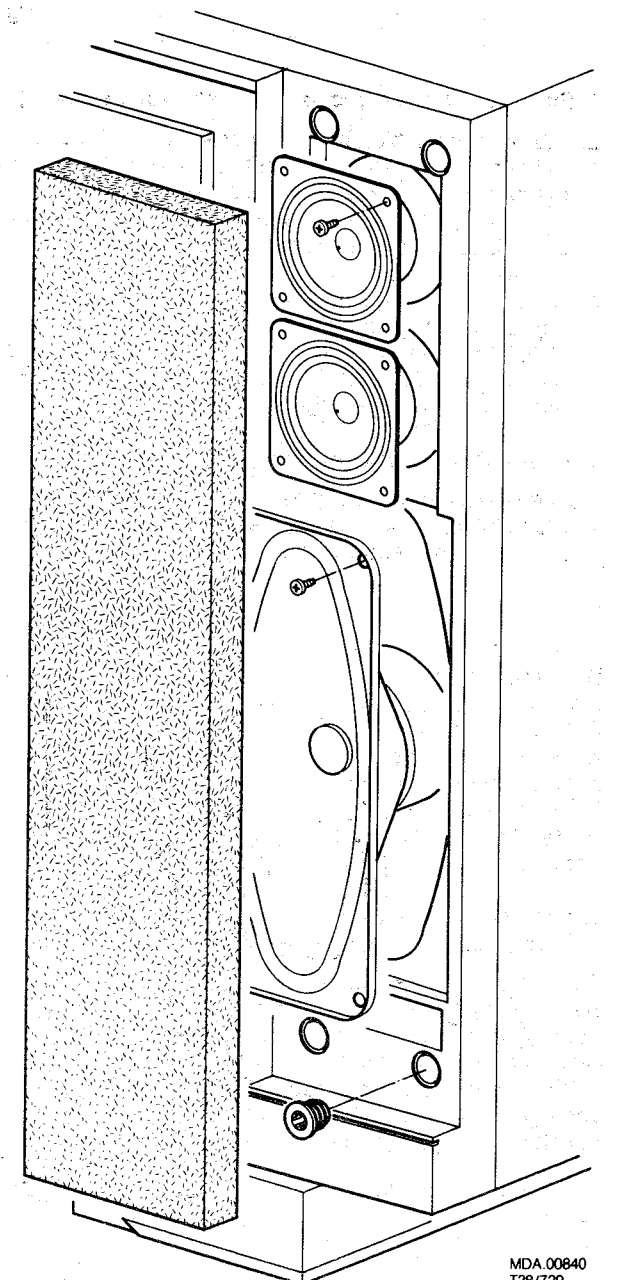

Fig. 9
6. Ausbau der Lautsprecher (siehe Bild 9)